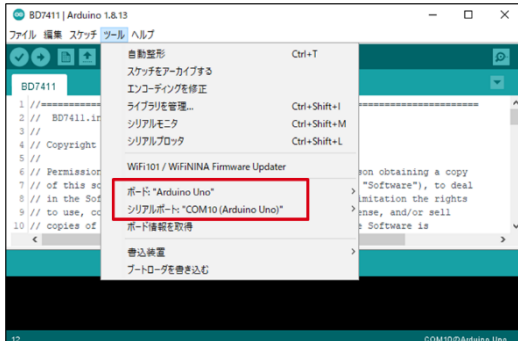

Figure 4. ボード・シリアルポート設定
1. [ツール] のボードを "Arduino Uno"、シリアルポートを "COMxx (Arduino Uno)" *3 に設定 (Figure 4)